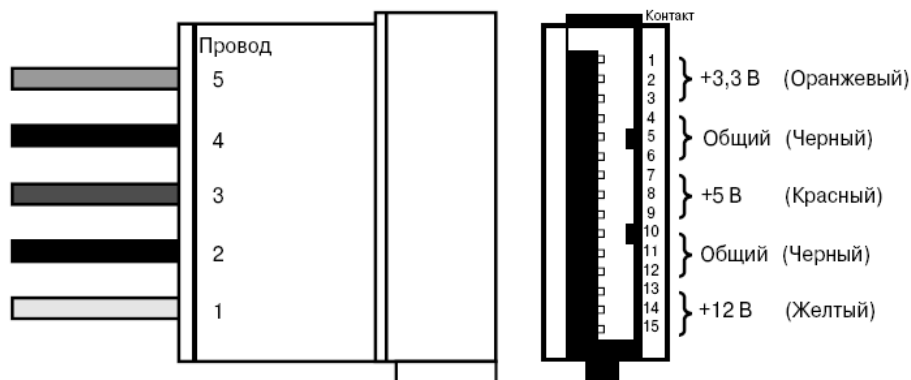

Рис. 5.13. Разъем питания устройств с интерфейсом Serial-ATA
5. Один, два или более разъемов черного цвета типа Molex для подключения устройств с интерфейсом Serial-ATA (рис. 5.13). Разъем содержит 15 контактов, через которые на устройство подаются напряжения +3,3 В, +5 В, +12 В.